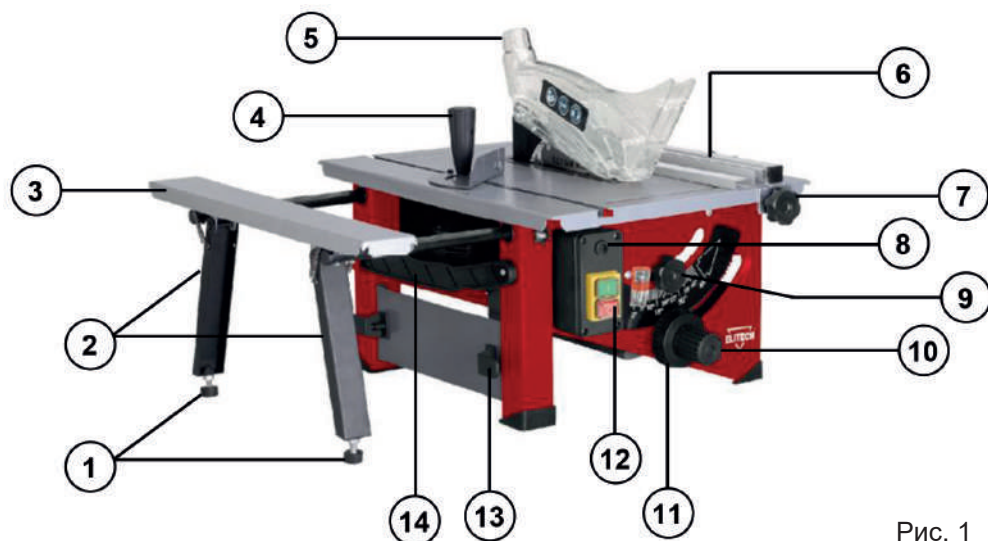

Рис. 1
1. Установите пильный диск в верхнее положение с помощью ручки 10 (Рис. 1).
Вращайте колесо 10 (Рис. 1) против часовой стрелки для увеличения глубины распила, и по часовой для уменьшения.
1. Для выбора нужного угла распила вращайте колесо 11 (Рис. 1), от «0», до 45°
2. Для фиксации положения используйте фиксатор 9 (Рис. 1).
1. Установите параллельную планку на станок и зафиксируйте ее ручками фиксации параллельного упора (рис. 1).
1. Вставьте направляющие стержни в отверстия на раме станка (рис. 1) установите на торцы стержней фиксаторы.
4. Отрегулируйте высоту удлинителя стола регулировочными ножками (рис. 1)
Для включения пилы нажмите зелёную кнопку «I» на выключателе 7 (Рис. 1)
Данная пила оснащена возвратным предохранителем 8 (Рис. 1), расположенной на наружной стороне выключателя. Возвратная кнопка снова запускает двигатель после возникновения перегрузки или отключения напряжения. При непроизвольной остановке двигателя во время работы, нажмите на красную кнопку «0» для выключения станка, подождите пять минут, пока двигатель не остынет, далее нажмите на возвратную кнопку 8 (Рис. 1), затем нажмите кнопку «I» (Рис. 9), чтобы снова включить станок.